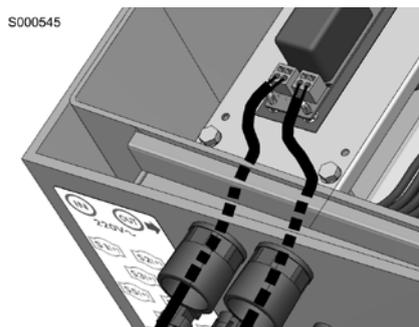

Figura 16 Connessione alimentazione ausiliaria a ES1005
- Collegare l'alimentazione come riportato in (Figura 16).